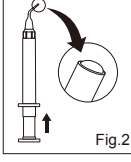

Fig.2
2. De supprimer l'air présent dans l'embout en poussant doucement le piston de la seringue point vers le haut, jusqu'à ce que le matériau atteigne l'ouverture (Fig. 2).